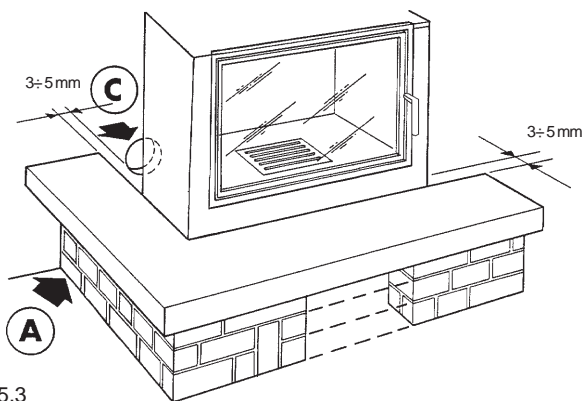

Fig. 5.3
- e) Réaliser le trou destiné à la prise d'air sur le mur externe; prise qui doit assurer l'afflux d'air froid de combustion sous la sole foyère (Fig. 5.3) (C). En ce qui concerne le diamètre de la prise d'air, se référer au tableau des caractéristiques techniques à la fin du présent manuel.
e) Realizar el orificio para la toma de aire en la pared exterior de modo que el aire frío comburente entre por debajo del plano de fuego (Fig. 5.3) **(C)**. Por lo que se refiere al diámetro de la toma de aire, tomar como referencia la tabla de características técnicas que se encuentra al final de este manual.